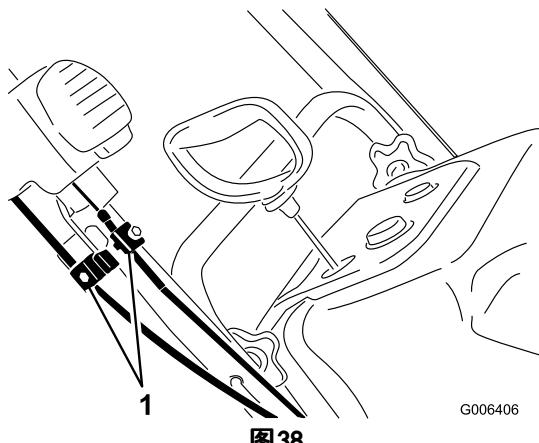

图38
1. 松动两个 Quick Shoot 控制电缆夹 (图38)。